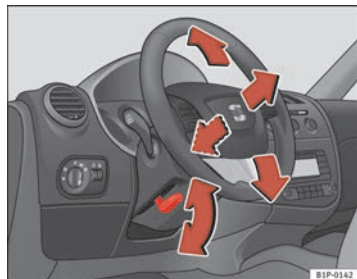

Fig. 114 Réglage de la position du volant de direction
- Poussez le levier $\Rightarrow$ fig. 114 situé sous la colonne de direction vers le bas $\Rightarrow$ ⚠.